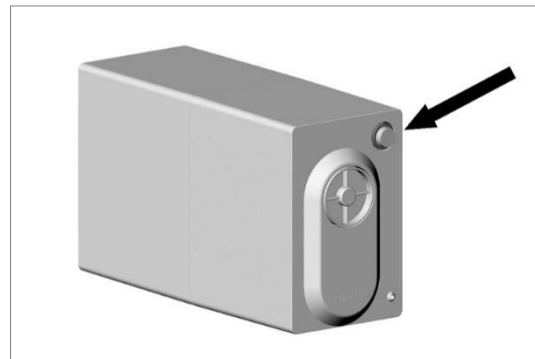

Fig. 8 | Manual reset
En cas des troubles de fonctionnement (pour les obstructions partielles, une mauvaise utilisation, etc.) appuyez sur le bouton de démarrage manuel situé sur le côté de l'appareil (figure 8) jusqu'à ce que le problème soit résolu.
- En el caso de malfuncionamiento (por obstrucciones parciales, mal uso, etc.) se puede recurrir al botón de arranque manual situado en el lado del aparato (Fig.8). Pulse para no más de 20 segundos consecutivos a un máximo de 3 ciclos.